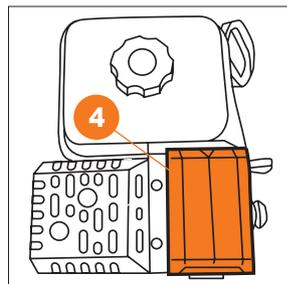

Рис. 18
- Откройте крышку **4** отсека для аккумулятора (Рис. 18).